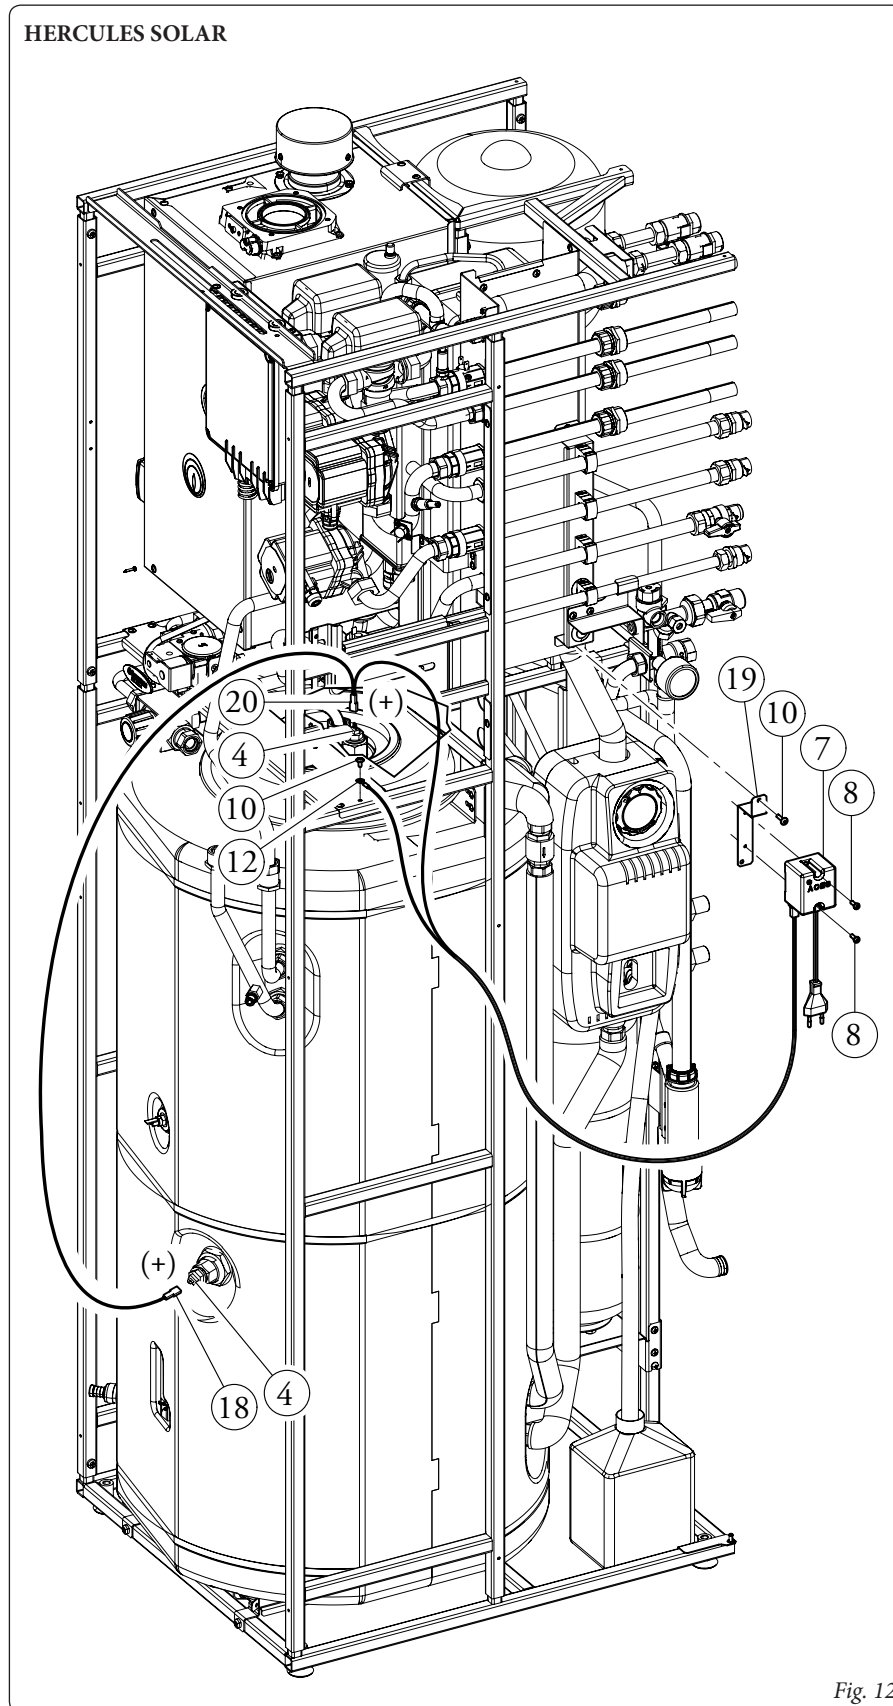

Fig. 12
- Montare la centralina (7) con le viti (8) sulla piastrina di fissaggio (19) (Fig. 12).
- Montare la piastrina (19) sulla caldaia utilizzando la vite (10).
- Effettuare il collegamento di messa a terra con cavo nero (12) utilizzando la vite (10).
- Collegare i connettori cavi rossi (20 e 18) ai faston presenti sugli anodi (4). Cavo rosso faston intermedio (20) sul coperchio del bollitore, cavo rosso faston terminale (18) sulla camicia del bollitore.
N.B.: per migliorare il collegamento con l'anodo inferiore e ridurre l'ingombro è possibile sostituire il connettore (18) con quello a bandiera fornito in dotazione con relativa protezione.